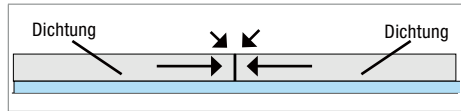

Bild 9
- EPDM-Dichtung um Dachlukenöffnung herum ankleben. (Bild 6; Schnitt und Verklebung am Stoß s. Bild 7 bis Bild 9).